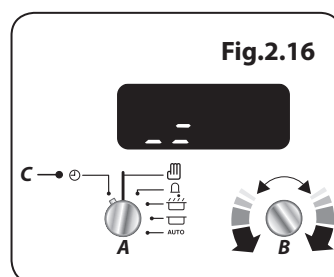

Fig.2.16
Du justerar larmsignalen genom att frigöra inställningsvredet (B) och därefter vrida det motsols igen (**Fig.2.16**).